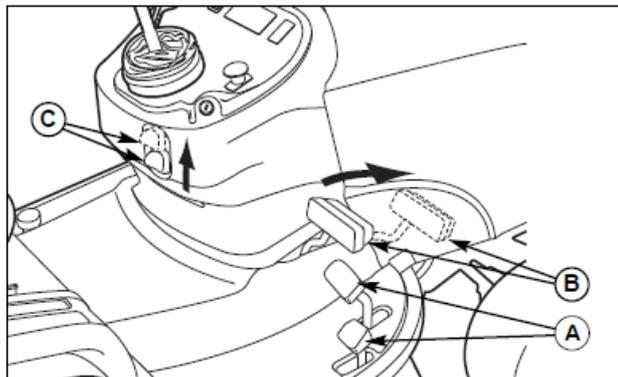

図 2. パーキングブレーキ
**パーキングブレーキの作動**-図 2 走行スピードペダル A を放し、ブレーキペダル B を踏み込み、パーキングブレーキノブ C を上に引き上げるとパーキングブレーキが作動します。
**パーキングブレーキの開放**- 図 2 ブレーキペダル B を踏み込んで、パーキングブレーキノブ (C) を下に下げてパーキングブレーキを開放します。